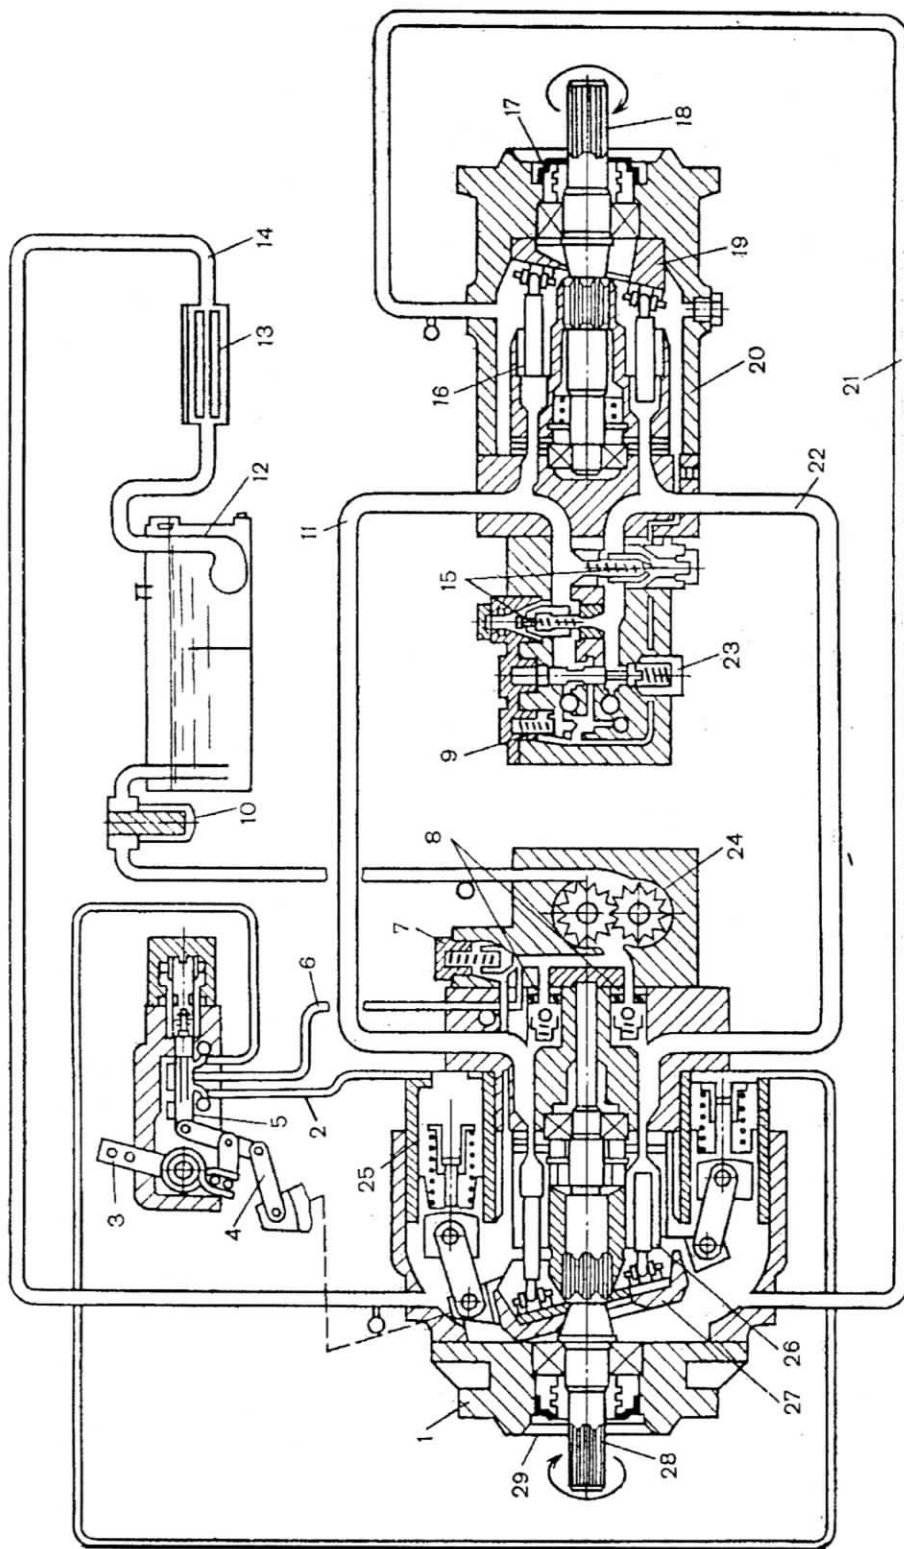

Рисунок 1.34 - Принципиальная схема гидропривода ходовой части
**Главная подсистема** предназначена для передачи крутящего момента от входного вала 28 насоса к выходному валу 18 мотора (рисунок 1.34). В нее входят: гидролинии высокого давления, блоки цилиндров 16, 26 соответственно гидронасоса и гидромотора, поворотная шайба 27 гидронасоса, наклонная шайба 19 гидромотора, предохранительные клапаны 15 гидромотора